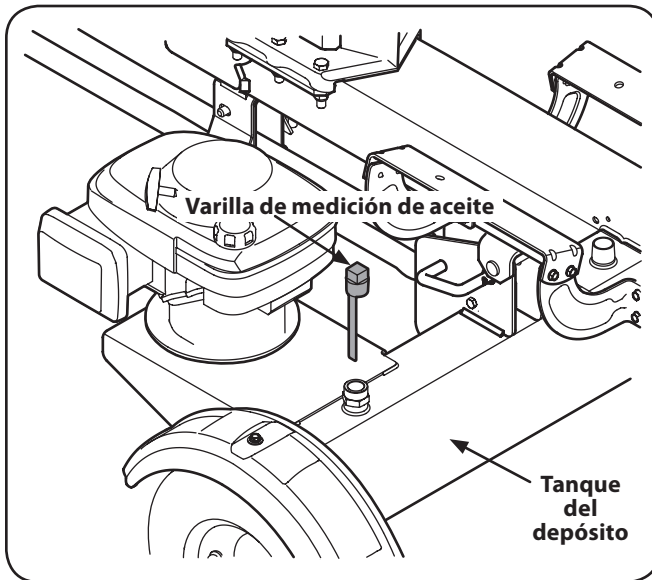

Figura 3-9
2. Retire la varilla del depósito venteada que se encuentra delante del motor, sobre el tanque de depósito. Vea la Figura 3-9.
3. Controle el nivel de líquido con la varilla de nivel. Vea la Figura 3-9. No llene el depósito en exceso.